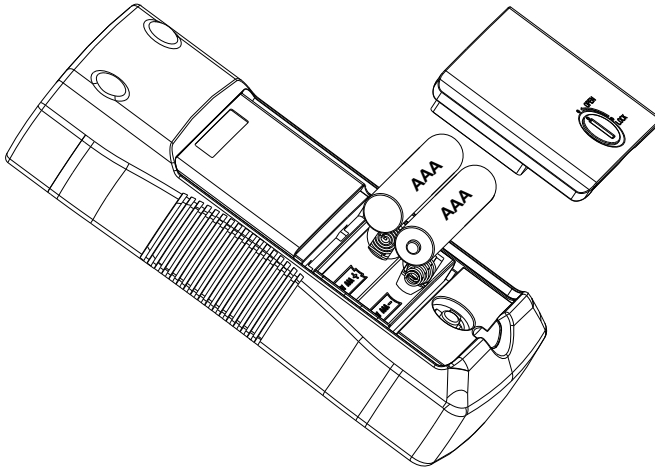

Abbildung 5.2: Batterien des Senders wechseln
4. Wechseln Sie die Batterien wie in Abbildung 5.2 gezeigt. Beachten Sie den Polaritätshinweis im Batteriefach.